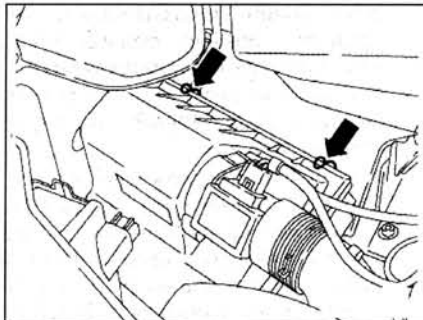

Рис. 1.121. Закрепите крышку фильтра пружинными фиксаторами (стрелки).
4. Закрепите крышку фильтра пружинными фиксаторами (стрелки) (рис. 1.121).